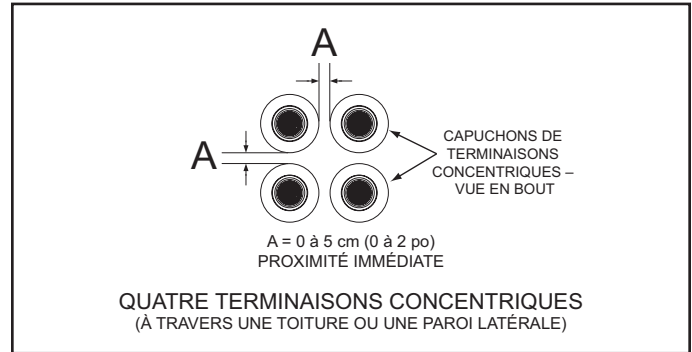
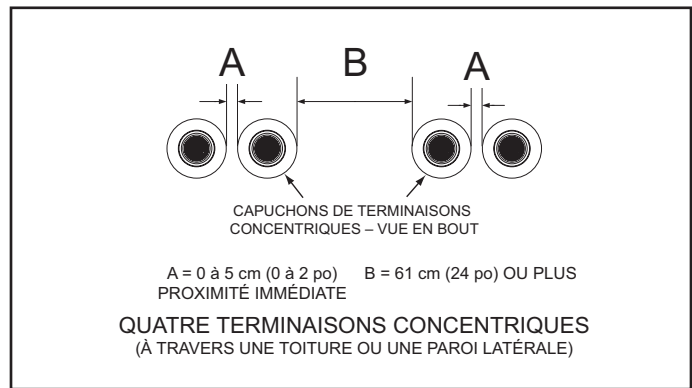
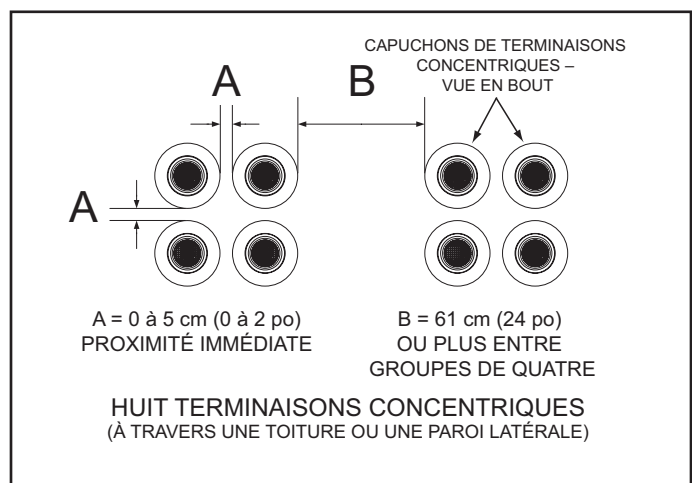
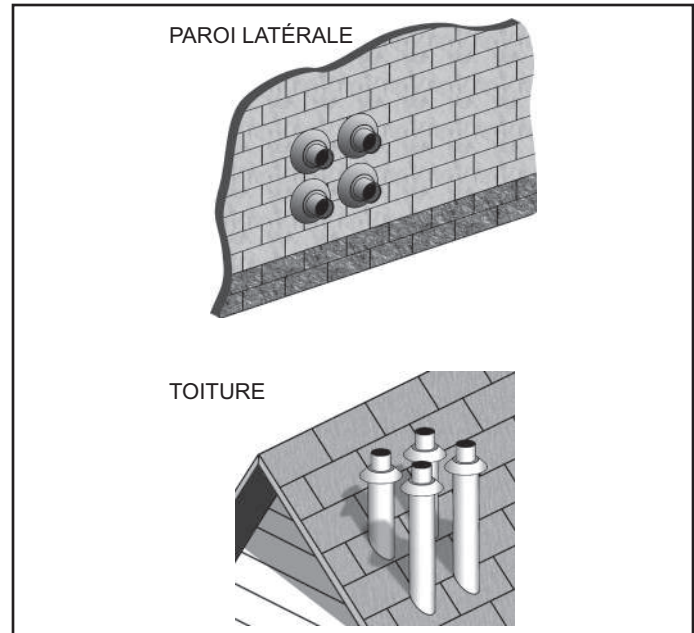

Figure 34
Figure 35
Figure 36
Figure 38
1. Lors de l'installation de quatre terminaisons concentriques à travers un toit ou une paroi latérale à proximité immédiate, elles peuvent être agencées en rangées empilées de deux comme l'indique la Figure 34 ou en rangées latérales de deux comme l'indique la Figure 35.
2. Quatre est le nombre maximum de terminaisons concentriques pouvant être installées dans un groupe où toutes les terminaisons sont à proximité immédiate comme l'indique la Figure 34.
1. Lors de l'installation de groupes multiples de terminaisons concentriques à travers un toit ou une paroi latérale à proximité immédiate, ils peuvent être installés en groupes empilés de quatre comme l'indique la Figure 36. Des groupes latéraux de quatre comme l'indique la Figure 35 peuvent être un agencement d'installation plus pratique pour les groupes multiples en fonction de l'espace disponible.
Quatre terminaisons concentriques peuvent être installées à proximité immédiate comme l'indique la Figure 38. Voir la Figure 34 et la Figure 35 à la page 29 pour de plus amples informations sur les dégagements et les options additionnelles d'aménagement.
Huit terminaisons concentriques peuvent être installées en deux groupes empilés de quatre, à proximité immédiate, comme l'indique la Figure 39. Voir la Figure 36 à la page 29 pour de plus amples informations sur les dégagements.
Des groupes latéraux de quatre comme l'indique la Figure 35 à la page 29 peuvent être un aménagement d'installation plus pratique pour des groupes multiples en fonction de l'espace disponible.